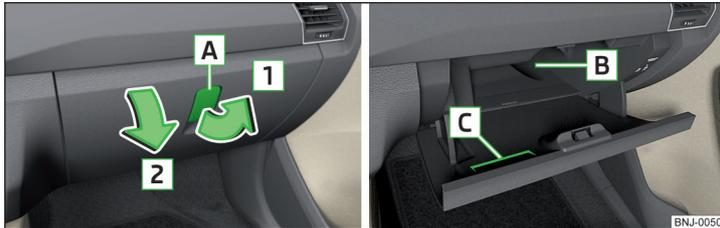

Abb. 76 Ablagefach öffnen / Innenraum des Ablagefachs
Ablagefach » Abb. 76
- Den Öffnungshebel **A** in Pfeilrichtung **1** » Abb. 76 ziehen.
- Den Deckel entgegen der Pfeilrichtung **2** » Abb. 76 schwenken, bis dieser hörbar einrastet.